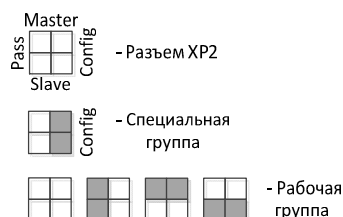

Рисунок 1. Выбор группы режимов работы «С2000-Ethernet».
Для обновления версии прибора «С2000-Ethernet» по RS-232 необходимо его подключить к COM-порту компьютера и перевести прибор в режим конфигурирования (положение джампера – «Config»). Положение джампера на разъеме XP2 (рисунок 1) определяет группу режимов работы прибора: рабочую и специальную.
- 2) Перевести прибор в режим конфигурирования (положение джампера – «Config», см. рисунок 1);
- 3) Установить джампер на плате C2000-Ethernet в положение «Config» (см. рисунок 1);
- 6) Установить джампер на плате C2000-Ethernet в положение «Pass» (см. рисунок 1);